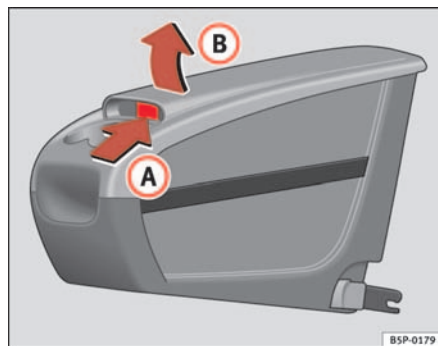

Abb. 112 Zusätzliche Ablage. Öffnen
- Die Klappe **(B)** im Bereich **(A)** ⇒ Abb. 112 anheben.